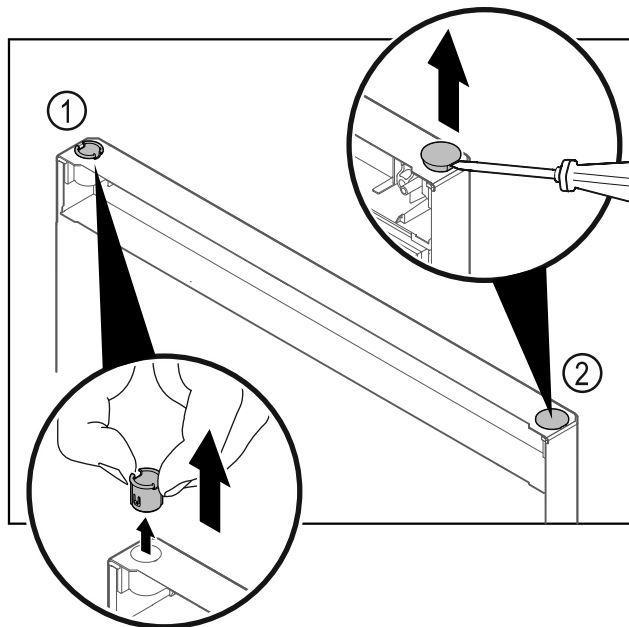

Fig. 25
- ▶ Scharnierbuchse Fig. 25 (1) mit den Fingern herausziehen.
- ▶ Abdeckstopfen Fig. 25 (2) vorsichtig mit einem Schlitzschraubendreher anheben und herausziehen.